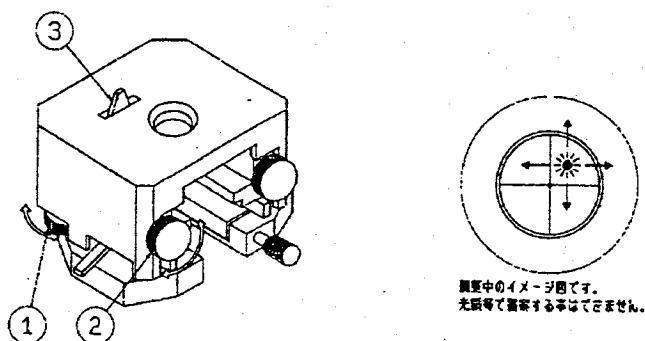

図 2.2-2 フォトダイオード位置の調整
- ④カンチレバー先端で反射したレーザー光を検出するフォトダイオードの位置をAFMヘッド部左側にあるフォトダイオード位置調整ツマミとAFMヘッド上部にあるミラー調整ツマミで調整します。（図2.2-2参照）